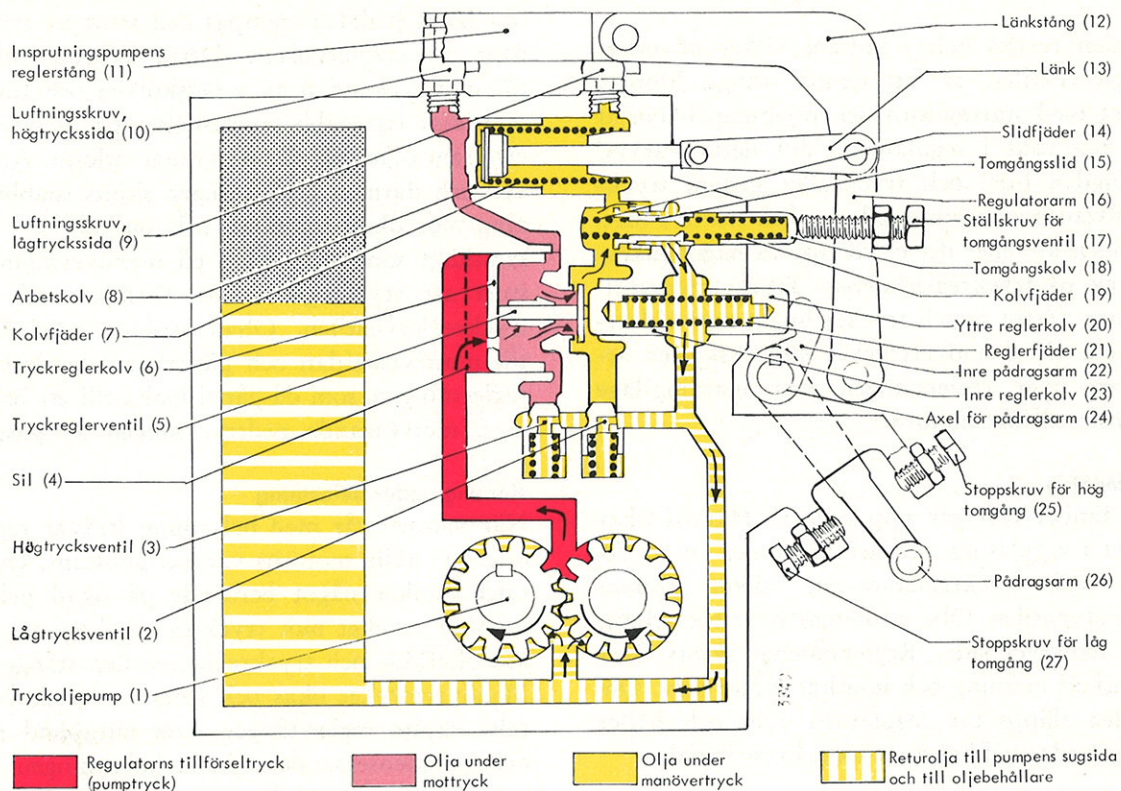

Bild 33. Regulatorns arbetsprincip (balanserat läge)
Tryckoljepumpen 1 (bild 33) suger olja från regulatorns behållare och trycker oljan genom en sil 4 till en kammare där tryckreglerkolven 6 är placerad. Härifrån trycks oljan genom ett litet hål till andra sidan av kolven. Tryckfallet, som då uppstår, kommer att variera trycket mot tryckreglerkolven beroende på oljeflödet genom kolven dvs på tryckoljepumpens hastighet. Denna är i sin tur beroende av motorns varvtal, eftersom oljepumpen drivs direkt av insprutningspumpens pumpkamaxel. Oljan genom tryckreglerkolven leds vidare till arbetskolven 8 och trycker denna mot fjädern 7. Arbetskolven är förbunden med insprutningspumpens reglerstång 11 som därför förskjuts samtidigt med arbetskolven mot läge insprutning och ökar på så sätt matningsmängden. Öppningstrycket mot arbetskolven 8 begränsas av högtrycksventilen (3).